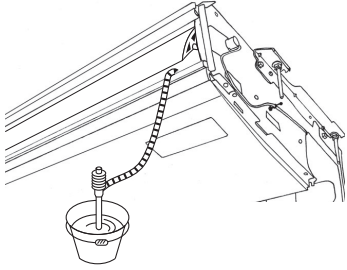

Fig. 5-3
5. Drenajın doğru olup olmadığını kontrol edin. (Fig. 5-3)